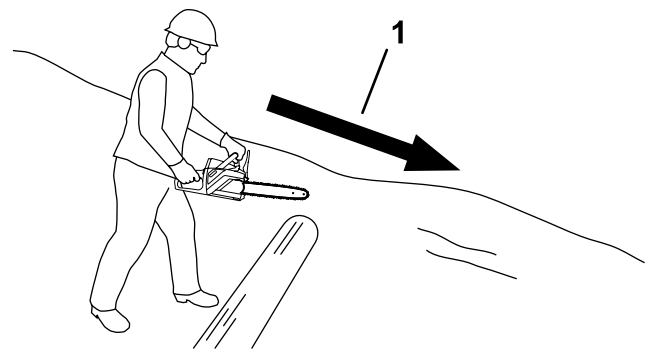

Figure 21
- Si la grume se trouve sur une pente, tenez-vous toujours en amont (Figure 21).